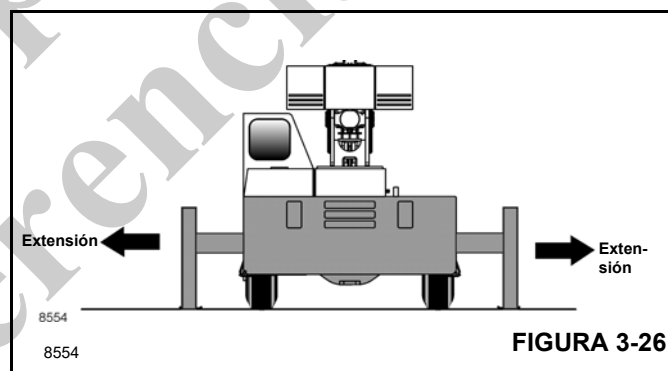
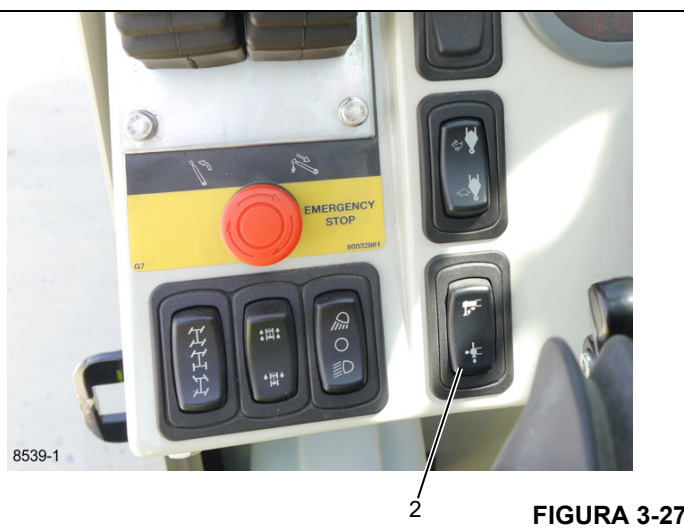
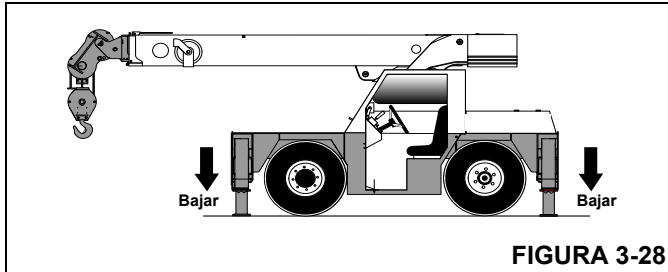

FIGURA 3-26
FIGURA 3-27
FIGURA 3-28
1. Coloque los interruptores selectores de estabilizadores/gatos (1, Figura 3-27) en la posición de estabilizador y oprima la parte superior del interruptor.
4. Oprima la parte superior del interruptor de extensión/retracción (2).
5. Presione el pedal acelerador para aumentar la velocidad del motor, lo cual acelerará el movimiento hacia afuera de los estabilizadores (Figura 3-26). Suelte el pedal acelerador y el interruptor cuando los estabilizadores estén completamente extendidos.
1. Coloque los interruptores selectores de estabilizadores/gatos (1, Figura 3-27) en la posición de estabilizador y oprima la parte inferior del interruptor.
3. Oprima la parte superior del interruptor de extensión/retracción (2).
- Presione el pedal acelerador para aumentar la velocidad del motor, lo cual acelerará el movimiento hacia abajo de los gatos (Figura 3-28). Suelte el pedal acelerador y el interruptor cuando los gatos estén completamente extendidos.
- Coloque los interruptores selectores de estabilizadores/gatos (1, Figura 3-27) en la posición de gato y oprima la parte inferior del interruptor.
- Oprima la parte inferior del interruptor de extensión/retracción (2).
- Coloque los interruptores selectores de estabilizadores/gatos (1, Figura 3-27) en la posición de estabilizador y oprima la parte superior del interruptor.